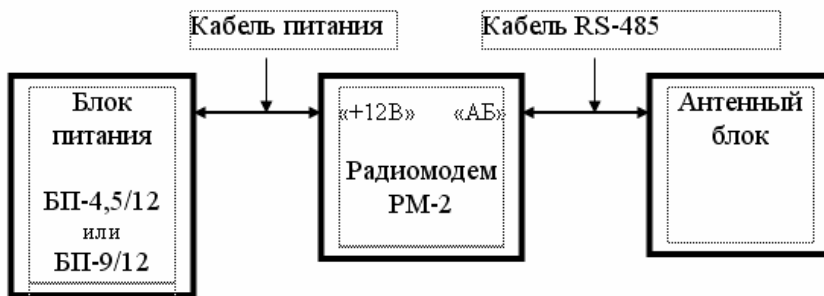
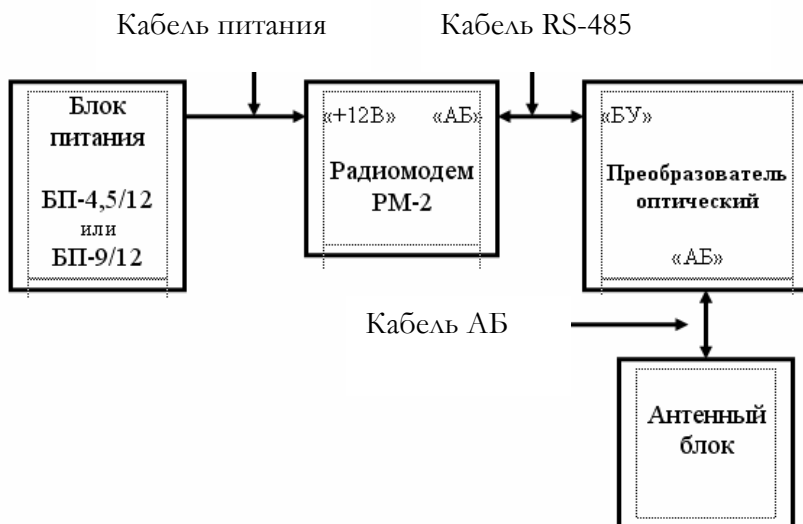

Рисунок 3.5.10. Схема соединений радиомодема для георадара с антенными блоками АБ-1200, АБ-1700.
Рисунок 3.5.11 Схема соединений радиомодема для георадара с антенными блоками АБД, АБ-90, АБ-150, АБ-250, АБ-400, АБ-700
1.Соединить радиомодем по схеме Рисунок.3.5.10 для георадара с антенными блоками АБ-1200, АБ-1700, или по схеме Рисунок 3.5.11 для георадара с антенными блоками АБД, АБ-90, АБ-150, АБ-250, АБ-400, АБ-700.